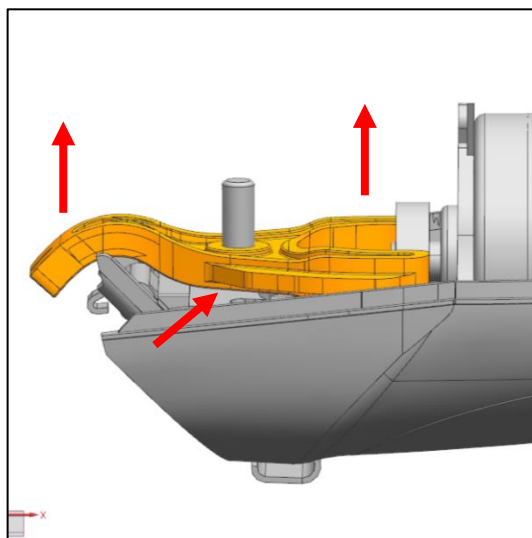

Abb. 7
- a) Nehmen Sie einen flachen Schlitzschraubenzieher um den Antriebshebel im Bereich des Lagerstiftes leicht anzuheben. Ziehen Sie diesen dann nach oben ab (Abb. 7).